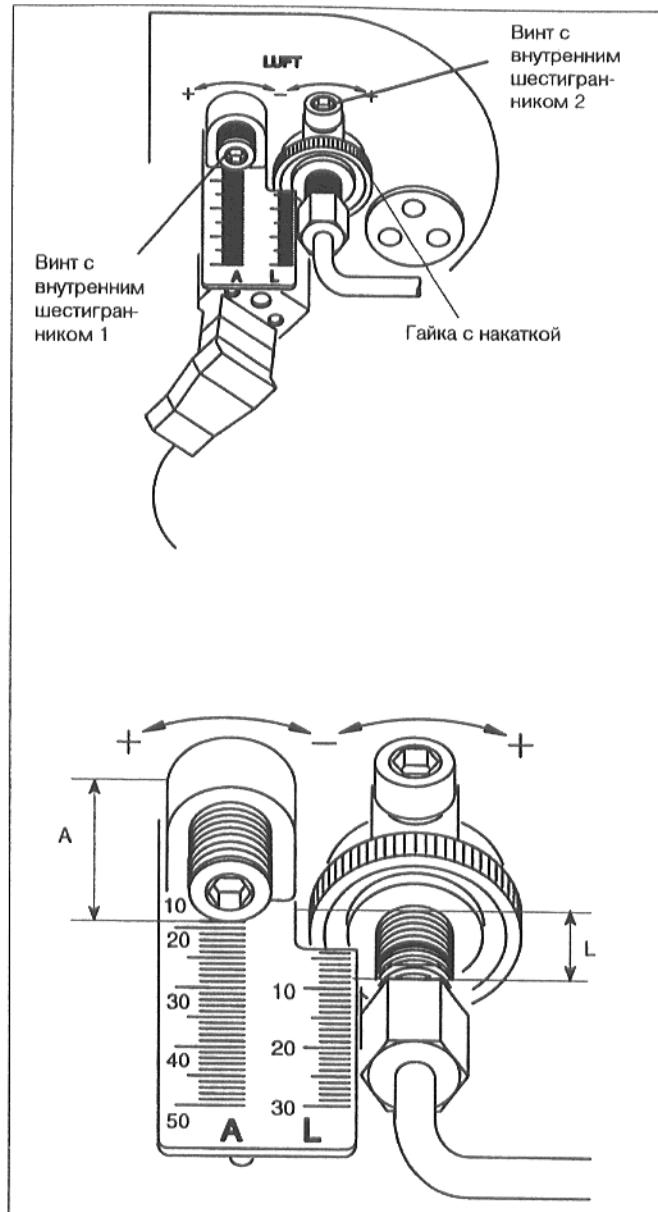

Рис.4
Горелка предварительно отрегулирована изготовителем на значения, указанные в таблице "Технические данные" (стр. 23/24) для **размера "A"** (рис. 4).
- Повернуть винт с внутренним шестигранником 1 вправо или влево (рис. 4а).
- Ослабить винт с внутренним шестигранником 2 на пол-оборота (рис.4а).
- Повернуть гайку с накаткой (рис. 4).